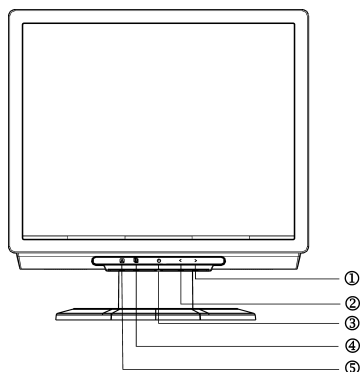

図 3 外部コントロールボタン
3. 両手で画面の左右を持ち、図 3 のように、時計回りに 90 度回します。
電源ボタンを押してモニタの電源をオンまたはオフにします。その他のコントロールボタンは、モニタの上部パネルに配置されています（図 3 参照）。設定を変更することにより、画像は各ユーザーのお好みに調整することができます。